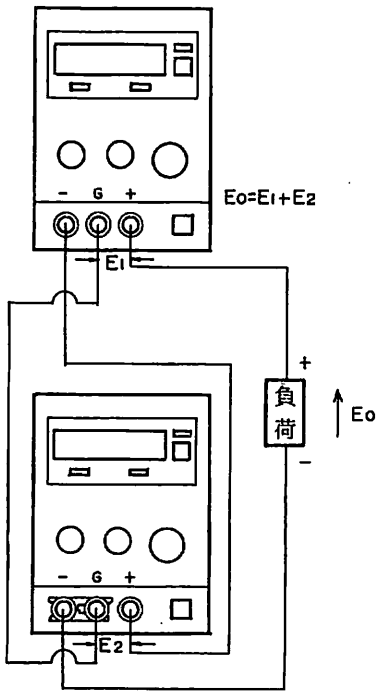

図14
- ・図14の接続で出力電圧は各電源の出力電圧の和になります。
(注2) 各電源のGND端子は、各電源のケースGND間電位をなくすため、共通にして希望の電位に接続してください。（図14は（-）接地を示します。）